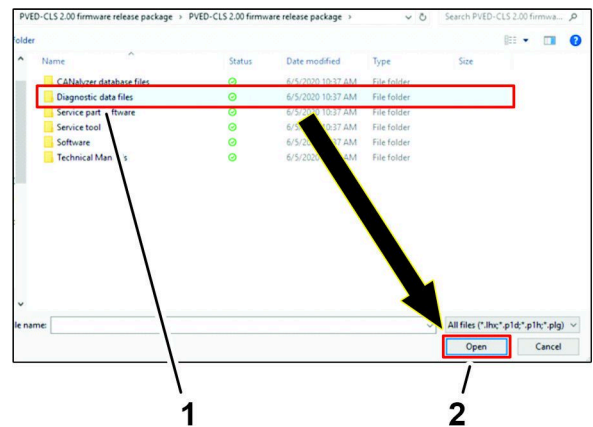

Figura 44
5. Haga clic en la carpeta Diagnostic data files, y haga clic en el icono ABRIR (Figura 44).